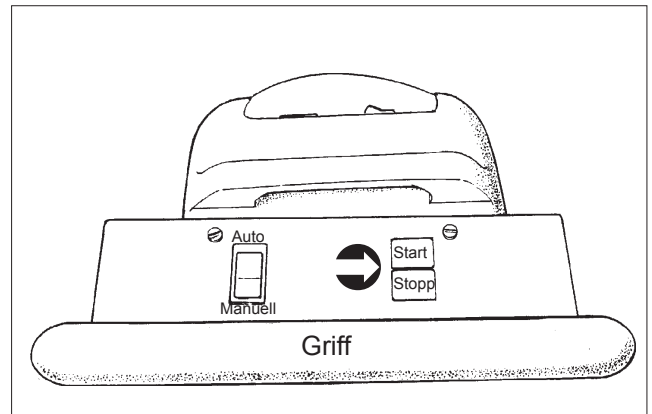

Abbildung 17
5. Stellen Sie sich hinter den Griff, schalten Sie den Kippschalter auf "Automatisch" und drücken sie die grüne Starttaste. Durch Drücken der roten Stopptaste wird die Maschine ausgeschaltet (siehe Abbildung 17).